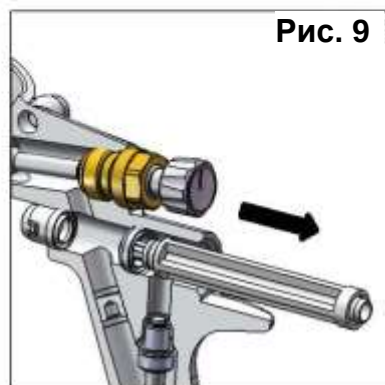

Рис. 9
7. Используя инструмент для обслуживания (53), введите канавку в зацепление с задней части седла клапана (19). (См. рис. 9).